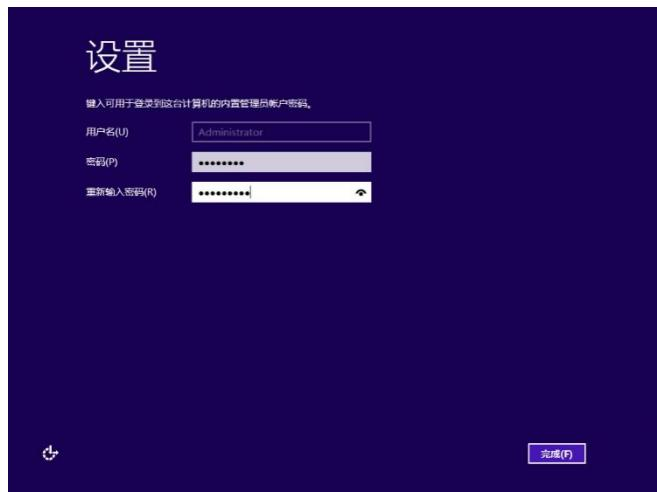

图 6-35
- q. 进行首次登录的密码设置，请单击完成。如图 6-35 所示。